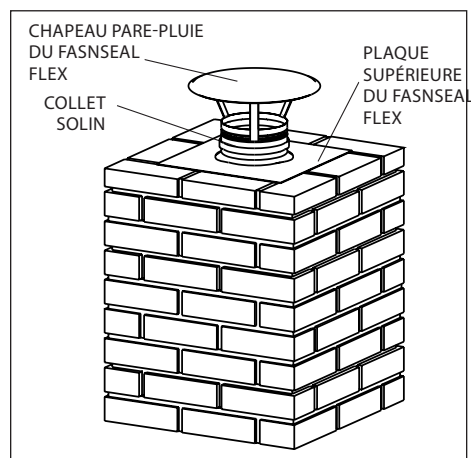

Figure 17
3. Glisser collet de solin associée au chapeau pare-pluie par-dessus la doublure, la positionner sur la plaque supérieure et serrer la bride. Réinstaller le chapeau pare-pluie (**Figure 17**).